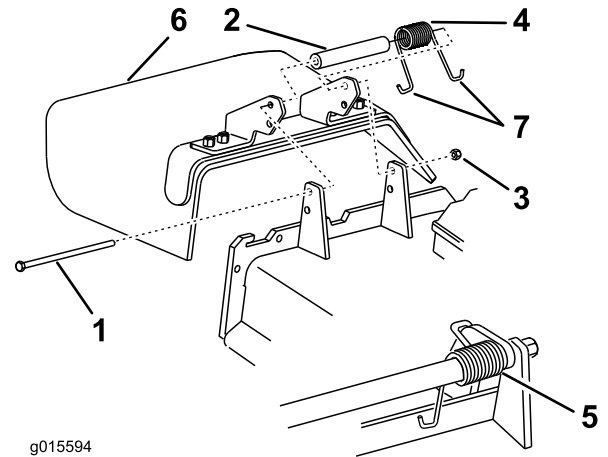

Figura 17
4. Togliete il dado di bloccaggio, il bullone, la molla e il distanziale che fissano il deflettore alle staffe orientabili del tosaerba (Figura 17).
5. Rimuovete il deflettore dell'erba (Figura 17).